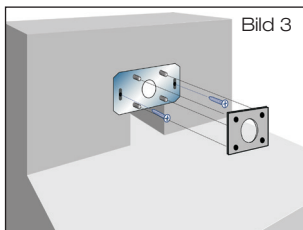

Bild 3
1.3 Schiebeflansch mittels Schlitzzschraubenzieher befestigen (Bild 3).